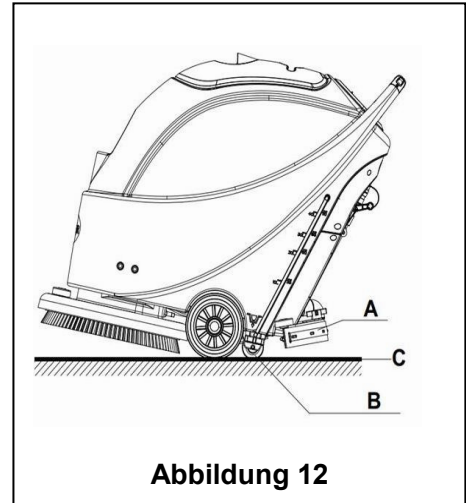

Abbildung 11
Aus Erfahrung kann gesagt werden, dass die Methode, das Gerät zu bewegen, wie in der rechten Abbildung 11 dargestellt, geeigneter ist. Die Arbeitshaltung der Hände des Anwenders ist angenehmer und Arbeitsermüdung wird reduziert. Dem Anwender wird daher empfohlen, das Gerät auf diese Weise zu bewegen.
2. Halten Sie den Sicherheitsschalter (1) (wie in **Abbildung 11** dargestellt), schieben Sie das Gerät, um es zu bewegen, und beginnen Sie mit der Reinigung.